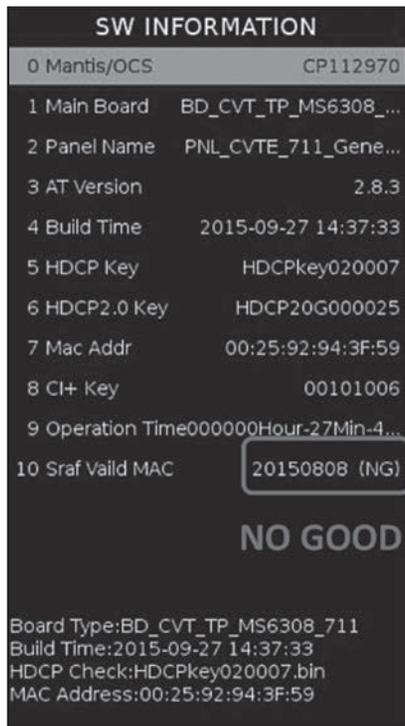

Рис. 28
4. Если в строке есть «NG», значит, MAC-адрес отсутствует или не поддерживается текущим SDK (Рис. 28).